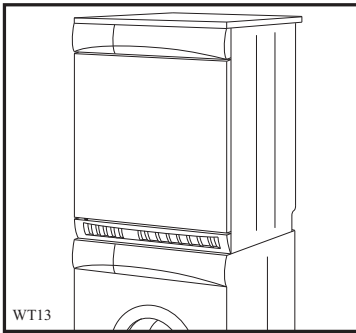

Abb. 10
- Modelle mit Sockel (Abb. 10, 11, 12 und 13).